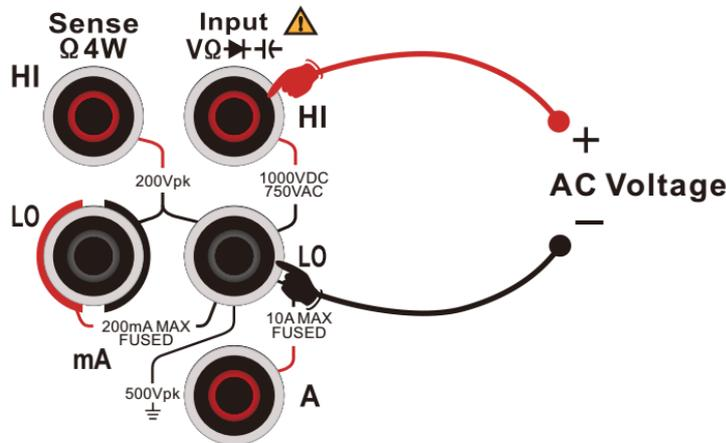

Abbildung 2-15 Messanschluss für Wechselspannung
2. Schließen Sie, wie in Abbildung 2-15 gezeigt, die Messleitungen an die zu messende Spannung an, die rote Messleitung an den Anschluss "HI" der Eingangsbuchse und die schwarze Messleitung an den Anschluss "LO" der Eingangsbuchse.